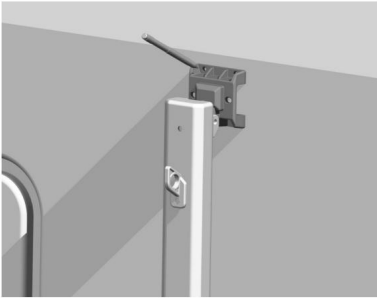
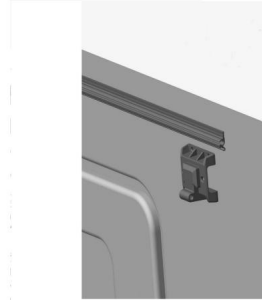

Figure C6
Figure C7
3.2 Prenez le bras de support, utilisez-le pour marquer la position du trou à un endroit approprié à l'extérieur du véhicule (Figure C6) et percez un trou d'installation de  $\Phi 5$  sur la carrosserie du véhicule (Figure C7).